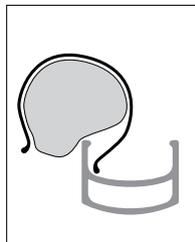

FIGURE 51:
3. Utilisez un démonte-pneu pour soulever un des talons du pneu et le faire sortir de la jante (Figure 51). Commencez à l'opposé de la valve.
5. A l'aide des mains uniquement, introduisez le premier talon dans la jante (Figure 51). Commencez au niveau de la tige de valve.